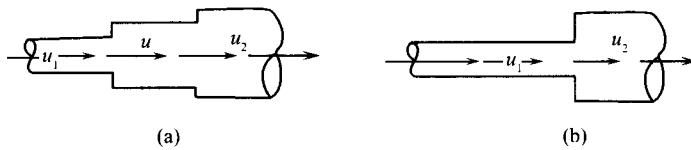

图 1-8
① 流动阻力损失占流体动能的比例随雷诺值的增大而下降
② 雷诺值增大,摩擦系数下降,流体阻力损失将减小
③ 随着雷诺值的增大,管壁粗糙度对流动的影响增强
④ 随着雷诺值的增大,流体黏度对流动的影响将相对削弱
① Re 增加, λ 增加 ② Re 增加, λ 减小
③ Re 增加, λ 基本不变 ④ Re 增加, λ 先增加后减小
① 不变 ② 增大
③ 减小 ④ 阻力的变化决定于流体和石蜡浸润情况
59. 图 1-8 中,流体的一次减速,由 u_1 降至 $u_2(b)$ 与流体的二次减速,由 u_1 降至 u ,再由 u 降至 $u_2(a)$,_____方式局部损耗大。
① 由 u_1 一次降到 u_2 局部损耗较大 ② 由 u_1 经 u 再由 u 降至 u_2 局部损耗大些
③ (a)、(b)情况损耗一样 ④ 要通过计算方能比较